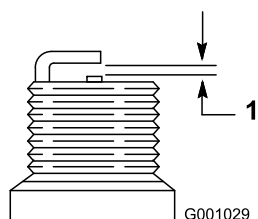

Figura 45
4. Impostate la distanza tra gli elettrodi su una nuova candela a 0,76 mm, come illustrato nella Figura 45.